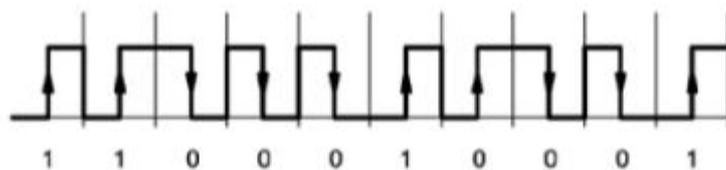

Рис. 20.1. Двухфазное кодирование
- двухфазное кодирование (Bi-phase coding). Фронт импульса — логическая "1", спад импульса — логический "0" (рис. 20.1);